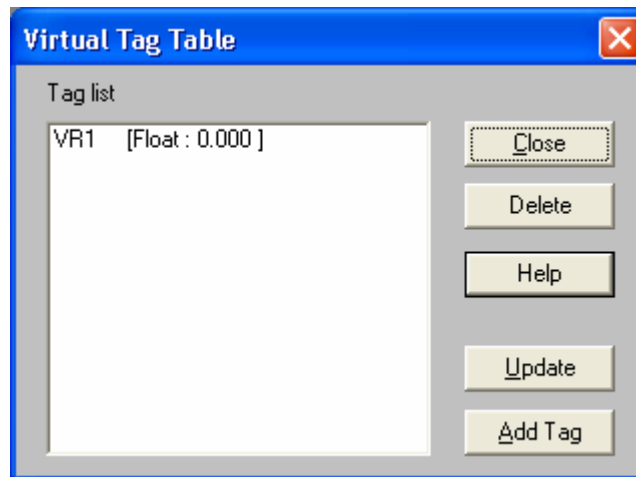
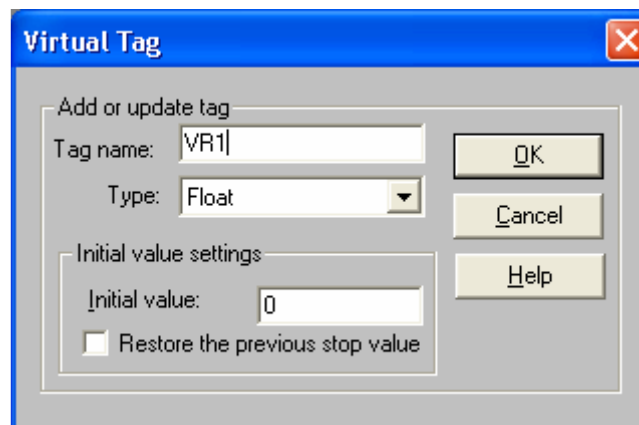

Рис. 4.110. Диалоговое окно для модификации таблицы виртуальных тегов
Рис. 4.111. Задание параметров добавляемого виртуального тега
Для создания виртуального тега выполните команду **Setup | Add/Delete Virtual Tags** и на экран будет выведено диалоговое окно, содержащее таблицу виртуальных тегов (рис. 4.110). Для создания виртуального тега и добавления его в таблицу следует нажать кнопку **Add Tag**, в появившемся окне диалога (рис. 4.111) ввести его имя, тип, начальное значение и нажать кнопку **OK**. При этом виртуальный тег с введенным именем будет создан и добавлен в таблицу виртуальных тегов (см. приведенный ранее рис. 4.110). Для изменения параметров виртуального тега надо выбрать его в списке тегов (см. приведенный ранее рис. 4.110), нажать кнопку **Update**, в появившемся окне диалоговом окне (см. приведенный ранее рис. 4.111) задать требуемые параметры и нажать кнопку **OK**. Для удаления виртуального тега следует выбрать его имя в таблице виртуальных тегов и нажать кнопку **Delete**. После модификации таблицы виртуальных тегов нажатием кнопки **Close** можно закрыть диалоговое окно, показанное на рис. 4.110.
3. *Третье действие.* Сделайте активным окно редактора задач и создайте объект виртуальный тег. Для этого выполните команду **Setup | Add/Delete Virtual Tags** и в появившемся диалоговом окне (см. рис. 4.110) нажмите кнопку **Add Tag**. Появится следующее диалоговое окно и с его помощью сконфигурируйте виртуальный тег в соответствии с рис. 4.111.